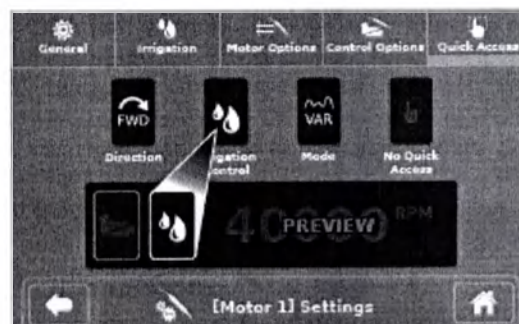

Рисунок 27 – Экран быстрого доступа
- В области ПРОСМОТРА отображается беглый набросок области быстрого доступа на Главном экране (Рисунок 27).
3. Нажмите на соответствующую опцию («Направление», «Управление ирригацией», «Режим» или «Быстрый доступ») для ее установки как кнопки быстрого доступа (Рисунок 27).